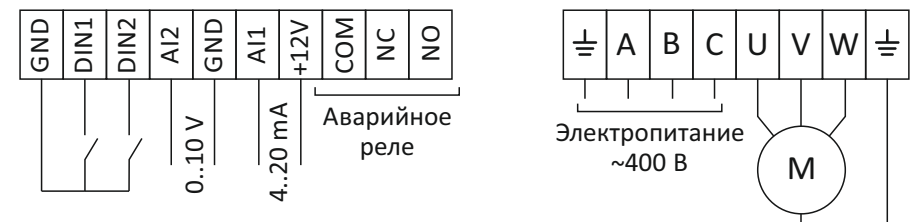

Рис.3. Электрические соединения
- Произведите электрические подключения согласно *рис. 3*. Для подвода питания и подключения двигателя используйте кабель сечением не менее $1,5 \text{ мм}^2$, соответствующий местным нормам электробезопасности. Все кабели должны выдерживать температуру эксплуатации до $+80 \text{ C}$.